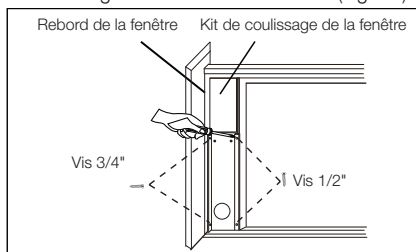

Fig. 20
3. Refermez complètement la guillotine coulissante contre le kit de coulissage de la fenêtre. (Fig. 20)
4. Fixez deux vis 1/2" pour maintenir le kit de coulissage à la guillotine de la fenêtre. (Fig. 20)
5. Fixez deux vis 3/4" pour maintenir le kit de coulissage au rebord de la fenêtre. (Fig. 20)